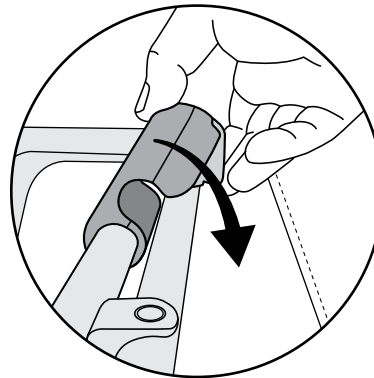

Figura 6
5. Asegure el cuadro del remolque girando el pestillo del cuadro hacia abajo hasta que encaje en su lugar (Figura 6). Tire ligeramente del cuadro hacia arriba para asegurarse de que el pestillo del cuadro esté enganchado.